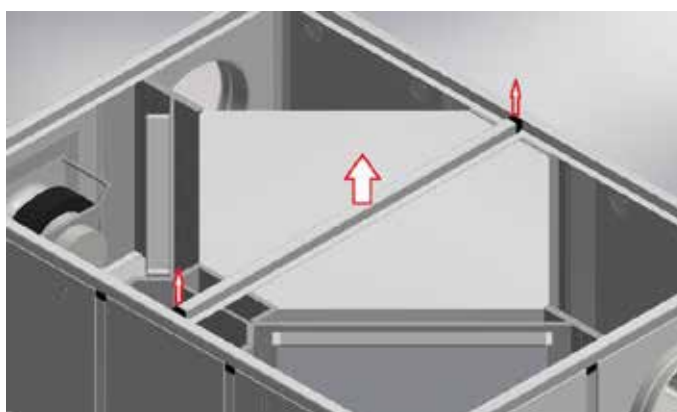

Figura 8 – Rimozione del profilo di alluminio tra i 2 coperchi
- rimuovere il profilo in alluminio tra i coperchi, svitando le 2 viti alle estremità (vedi Figura 8);